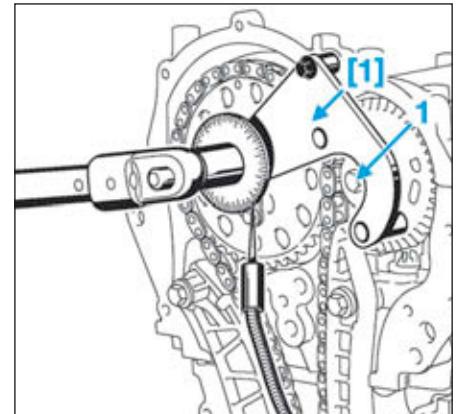
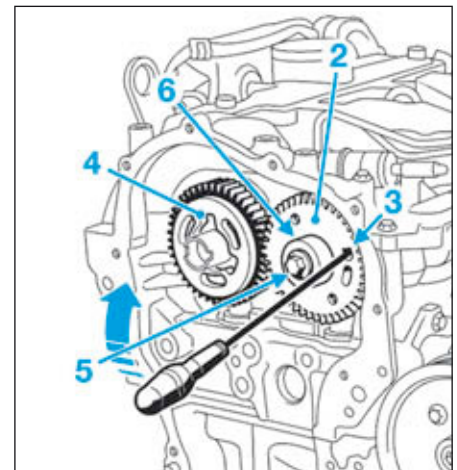

FIG.27
FIG.28
- Immobiliser les pignons de distribution sur arbre à cames côté admission à l'aide de l'outil de calage d'arbre à cames [1] (Fig.27).
- Desserrer la vis (1) du pignon de distribution sur arbre à cames côté admission.
- Comprimer le ressort du pignon côté admission (2) (Fig.28) à l'aide d'un tournevis plat par le trou (3), pour déposer le pignon (4) côté échappement.
- le pignon côté échappement (4).